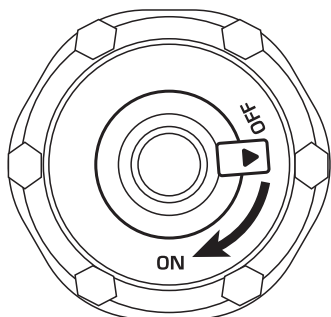

Рис. 13. Открытие клапана вентиляции топливного бака
4. Откройте клапан вентиляции в крышке топливного бака, для чего установите его в положение «ОН» (Открыто) (Рис. 13).
4. Закройте клапан вентиляции в крышке топливного бака, для чего установите его в положение «OFF» (Закрыто) (Рис. 13).